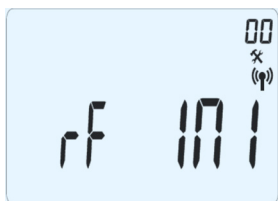

Fig. 20
- 1) appuyer sur et garder enfoncée pendant 5 sec la touche édition (▶). La page écran du premier paramètre s'affichera comme illustré sur la Fig. 20.